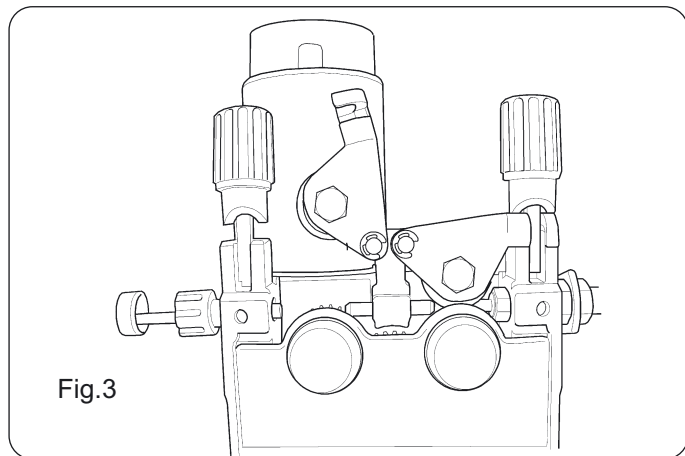

Fig.3
• **Important : pour souder les fils en aluminium et notamment les fils Ø 0,8 ou 1 mm, il faut régler au minimum la pression sur le galet d'entraînement.** Quand on utilise des fils en aluminium avec motoréducteur à 4 galets, il est également important de n'utiliser que le bras avant pour la pression sur le galet d'entraînement, voir Fig. 3., tandis que pour tous les autres fils il suffit de ne faire que quelques tours sur les embrayages pour obtenir une pression correcte. Fermer le guichet du siège de la bobine et mettre en marche le poste à souder. Sélectionner le programme de soudage indiqué au fil que l'on désire utiliser.